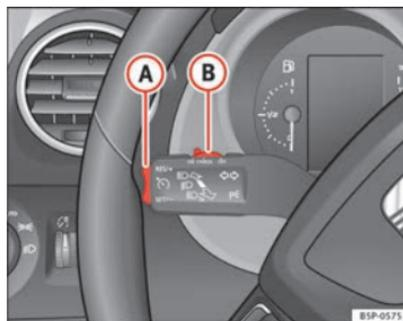

Fig. 152 Leva degli indicatori di direzione e degli abbaglianti: interruttore e tasto di comando del regolatore di velocità
- Premere la parte superiore del tasto **RES/+** → fig. 152 **A** per aumentare la velocità. La velocità sale finché si tiene premuto il tasto. Il sistema memorizza come parametro di riferimento la velocità raggiunta nel momento in cui si lascia andare il tasto.
Se si riduce la velocità schiacciando il pedale del freno, il regolatore si disattiva. Per riattivare il regolatore di velocità si deve premere una volta sulla parte superiore del tasto **RES/+** ⇒ fig. 152 **A**.